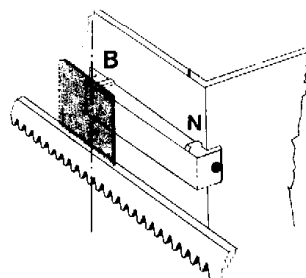

Fig. 33
- Das Tor von Hand am Endanschlag Öffnen des normalen Betriebshubes positionieren; das Blech muß in Bezug auf die Kerbe des Endschalters Öffnen zentriert montiert werden (Abb. 33).